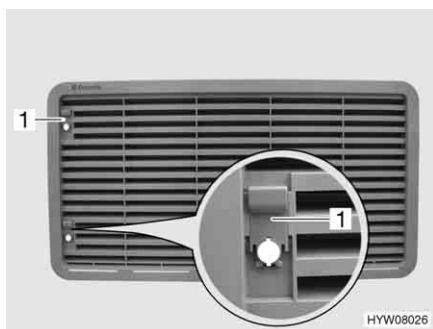

Fig. 215 Grelha de ventilação do frigorífico (com corredeira)
- Desloque para cima a corredeira (Fig. 215,1).